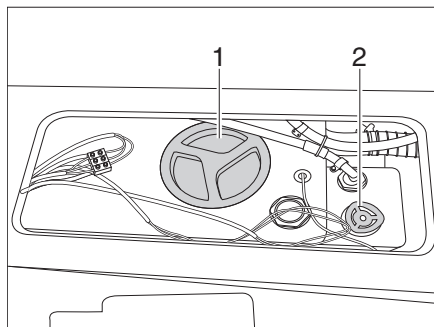
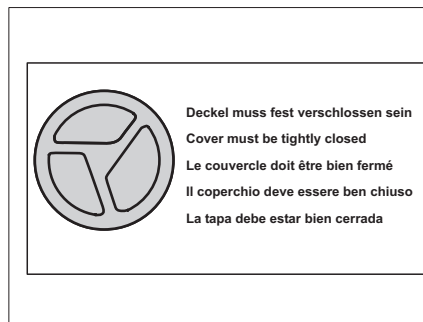
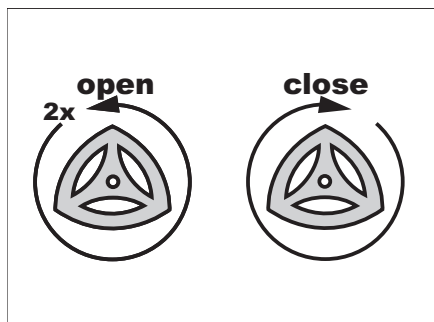
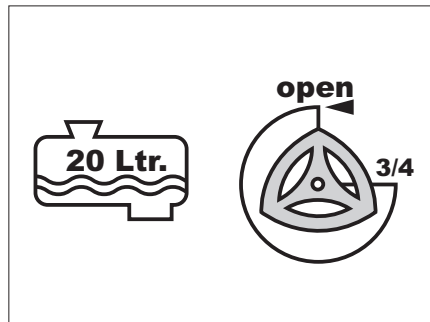

Fig. 121 Serbatoio dell'acqua
Fig. 122 Cartello dei coperchi
Fig. 123 Riempimento - scarico del serbatoio dell'acqua
Fig. 124 Riempimento massimo 20 l
- ▶ Sul serbatoio dell'acqua si trovano 2 coperchi (Fig. 121,1). Prima della partenza verificare che **entrambi** i coperchi siano chiusi. Prestare attenzione al cartello (Fig. 122).
- Ruotare la rotella (Fig. 121, 2) in senso orario fino all'arresto. L'apertura di scarico del serbatoio dell'acqua è chiusa.
- Riavvitare il coperchio (Fig. 121, 1) sul serbatoio dell'acqua.
- Ruotare la rotella (Fig. 121, 2) di 2 giri in senso antiorario (vedi anche Fig. 123). L'apertura di scarico del serbatoio dell'acqua si apre e l'acqua viene scaricata.
- Ruotare la rotella (Fig. 121, 2) di  $\frac{3}{4}$  di giro in senso antiorario. L'acqua potabile si scarica fino a 20 litri (vedi anche Fig. 124).
- Ruotare la rotella (Fig. 121, 2) di 2 giri in senso antiorario.